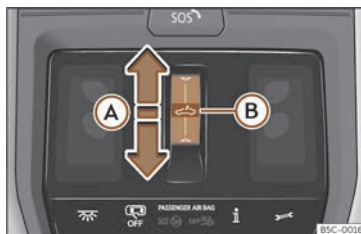

Fig. 93 En el revestiment interior del sostre: tecla del sostre de vidre.
- Moviment automàtic: feu lliscar el dit cap enrere sobre l'àrea funcional **fig. 93 (A)**.
- Abans que transcorrin aprox. 5 segons des de l'activació de la funció antiatrapament, feu lliscar el dit cap endavant sobre l'àrea funcional >>> **fig. 93** Ⓐ i mantingueu-la pressionada fins que el sostre es tanqui completament.